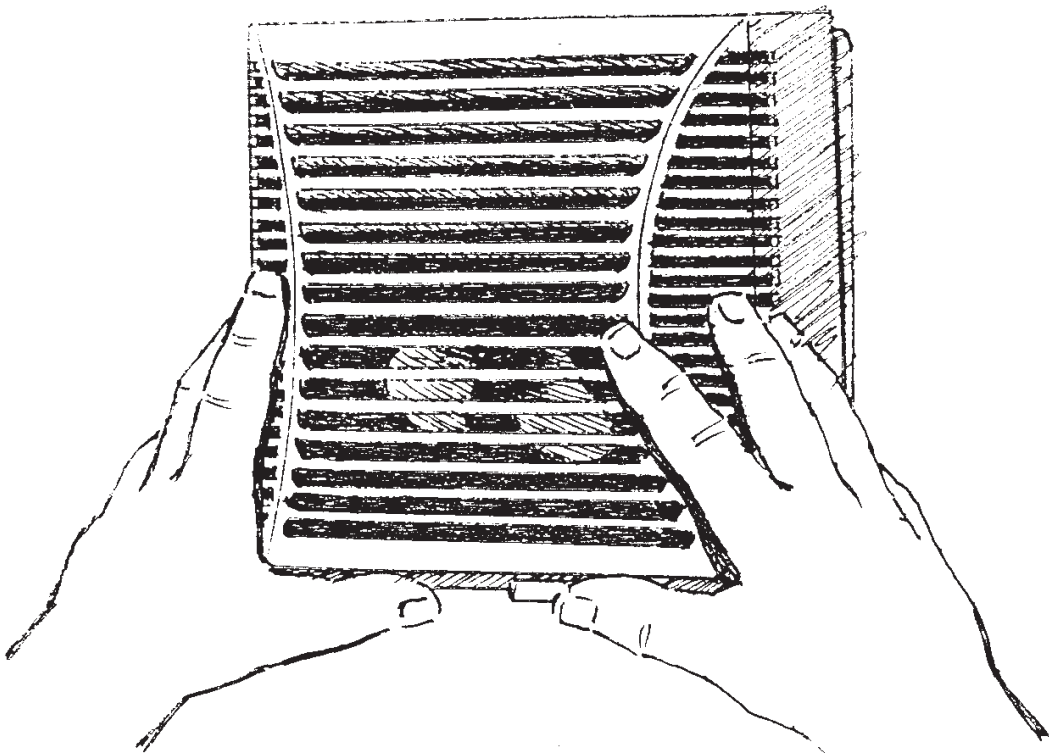

Abb. 15
7. Den Deckel auf den Lüfter anzulegen (Abb. 15).